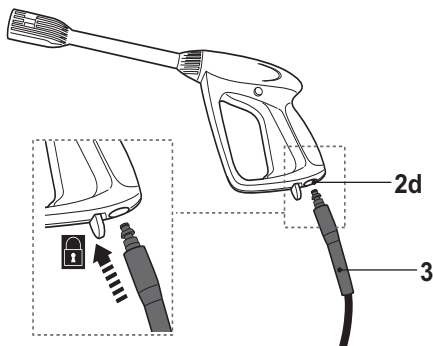

Рис. 3
- > Вставьте соединитель шланга высокого давления (3) в соединительное отверстие трубки (2d). Убедитесь, что соединитель вставлен до щелчка (Рис. 3).
- > Снимите крышку (8а) водовыпуска (8).